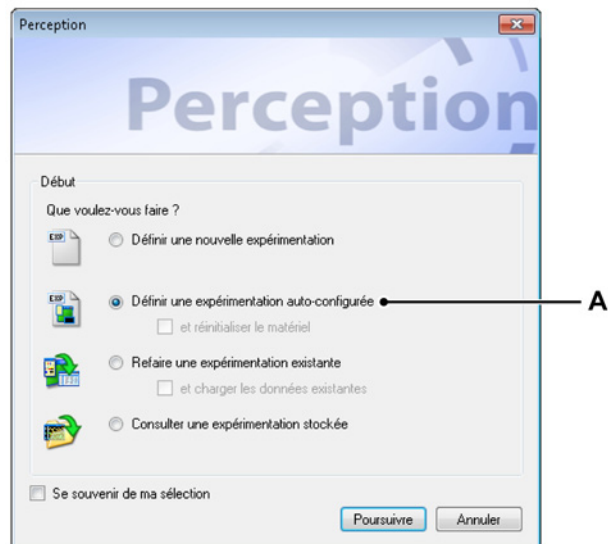

Figure 3.2 : Boîte de dialogue de sélection de la tâche Perception
- 3 Perception poursuit son démarrage. Il vous demande ensuite quelle tâche vous souhaitez accomplir (voir Figure 3.2) :